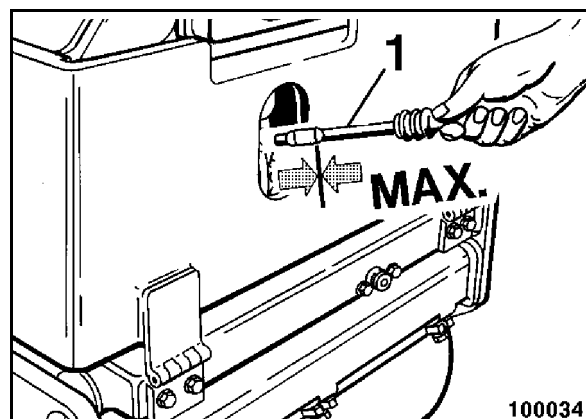

Fig. 55
- Sacar la varilla de medición de aceite (Fig. 55), limpiarla con un paño limpio y libre de pelusas e introducirla hasta el tope.